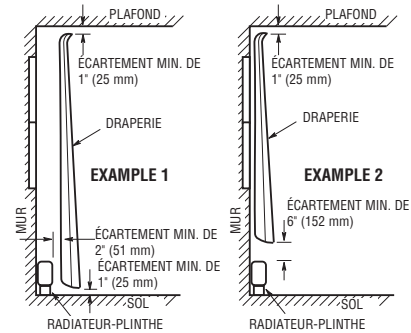

Figure 1. Positionnement de draperie près du radiateur
7. **ATTENTION** – Le radiateur fonctionne à des températures élevées. Maintenez les cordons électriques (dont les câbles du téléphone et de l'ordinateur), les tentures et autres parties de l'ameublement à distance du radiateur. Pour un fonctionnement sûr et efficace, nous recommandons de garder 6 pouces (152 mm) d'écartement au-dessus et devant le radiateur en permanence. Consultez la section sur les écartements et la Figure 1 pour les exigences minimales d'écartements.